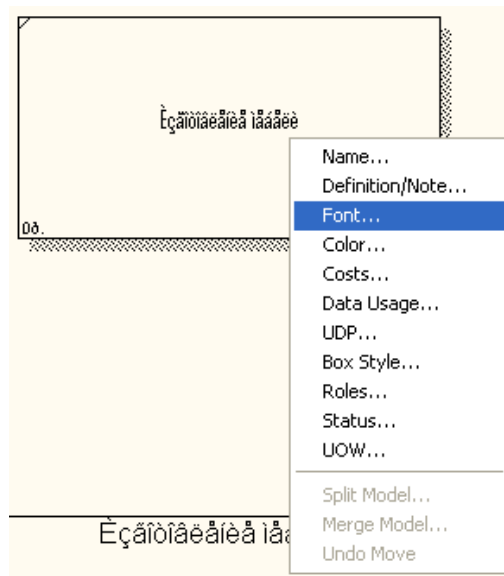

Рис. 1.8. Контекстно-зависимое меню
- Для изменения шрифта в контекстном меню выберите пункт **Font** (рис. 1.8.):